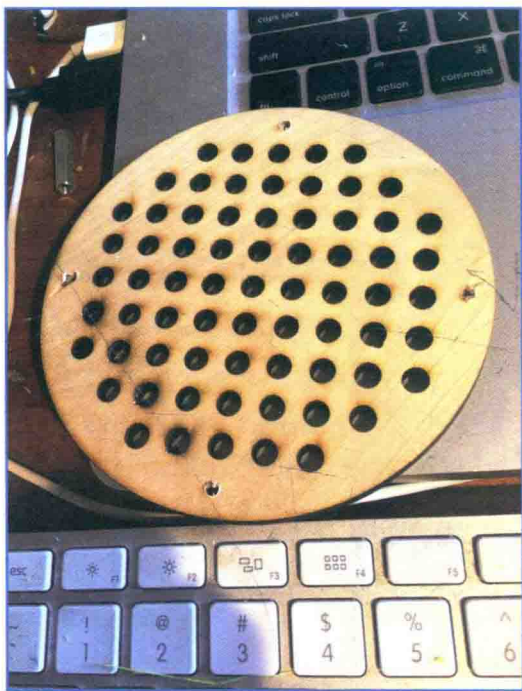

图 12.17 激光切割的顶板可以保护四轴直升机的顶部
1. 用激光切割出设计图案，图案可以从我的 Thingiverse 页面上下载。我使用的是 1/4 英寸桦木胶合板——我最喜欢的激光切割机用材料。图 12.17 展示了切割好的顶板。